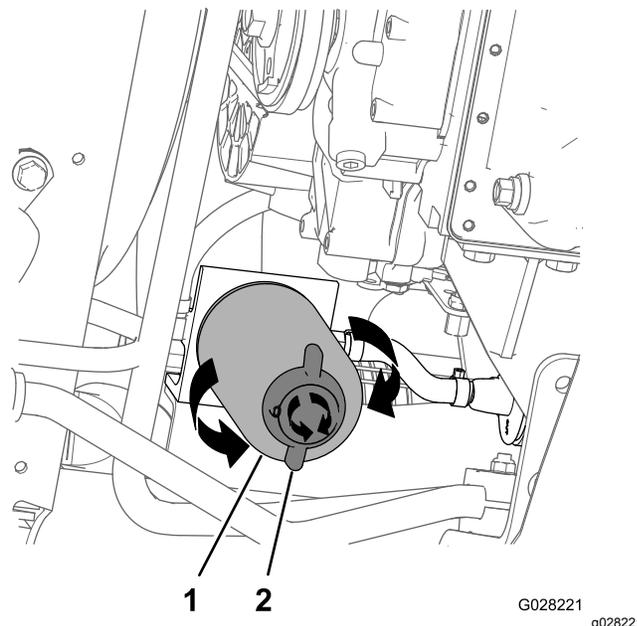

Figura 77
4. Alinhe um recipiente de escoamento debaixo do filtro do combustível; consulte Figura 77 na Substituição do filtro separador de água \(página 63\).
2. Coloque um recipiente de escoamento por baixo do filtro separador de água (Figura 77).
3. Rode a válvula de drenagem na parte inferior do recipiente do filtro separador de água no sentido contrário ao dos ponteiros do relógio (Figura 77).
4. Limpe a área em torno do recipiente do filtro separador de água e da montagem do adaptador do filtro (Figura 77).
5. Retire o filtro separador de água (Figura 77).
9. Certifique-se de que a válvula de drenagem na parte inferior do filtro separador de água é rodada no sentido dos ponteiros do relógio com firmeza (Figura 77).